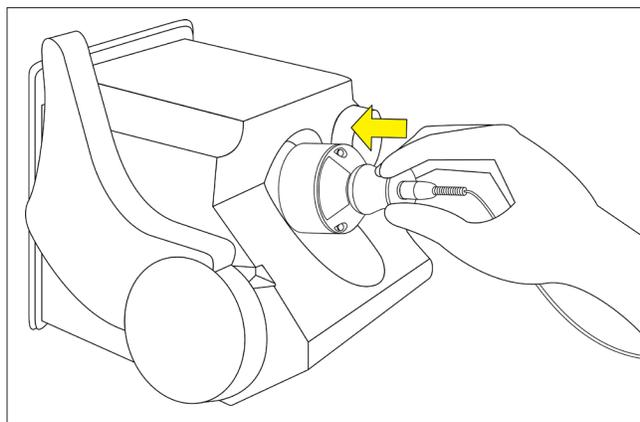

Figura 4. Posicione el módulo de energía.
- (b) Posicione el módulo de energía cerca de la base del reconector TripSaver II, como se muestra en la Figura 4; el módulo se mantendrá en su lugar magnéticamente.